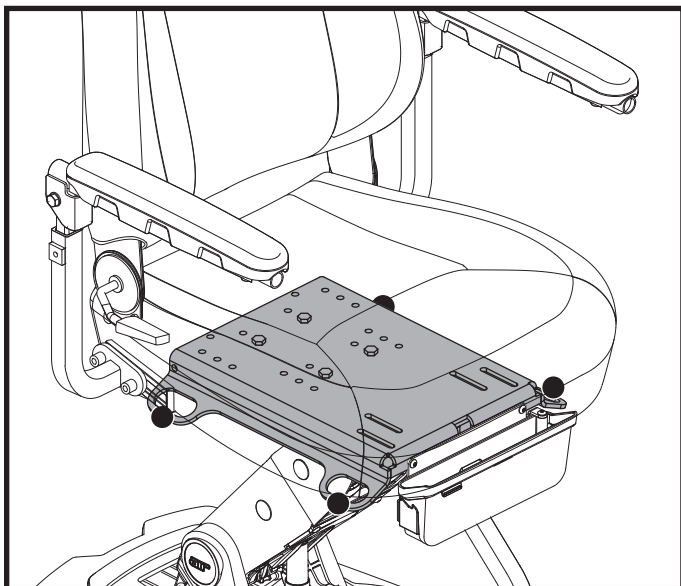

Figure 6. Support d'ancrage système transport
- Fixez les quatre (4) courroies aux points d'ancrage désignés et identifiés par le symbole d'ancrage sur le fauteuil motorisé. **Voir les figures 6 et 7.** Serrez bien les courroies pour retirer le jeu excessif.